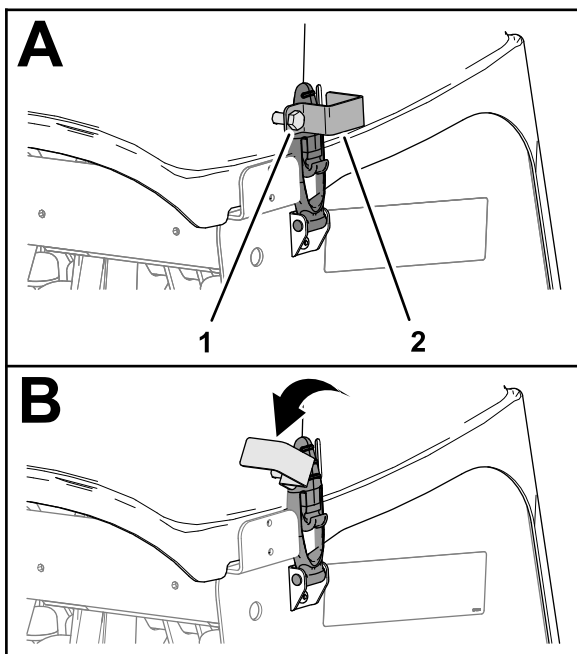

图 149
1. 如果您的机器安装有符合欧盟 (CE) 标准的门锁应旋松锁定板螺栓直至锁定板完全脱离打孔头盖板侧面的插槽图 149。
2. 旋转锁定板以脱离门锁 图 149。